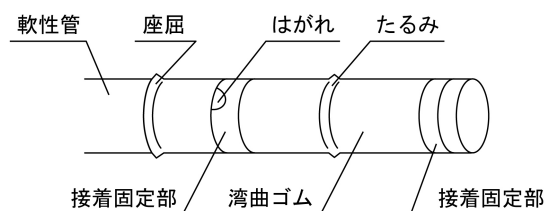

図1
- 2.挿入部を軽く手で握り、手元側から先端に向かい全長を手で滑らせ、その患者に対する経鼻的挿入、引き抜き時の妨げとなる引っ掛かりがないことを確認すること。特に、軟性管の座屈、湾曲ゴム接着固定部のはがれ、湾曲ゴムのたるみなどによる引っ掛かり、引っ張りには注意すること。（図1参照）